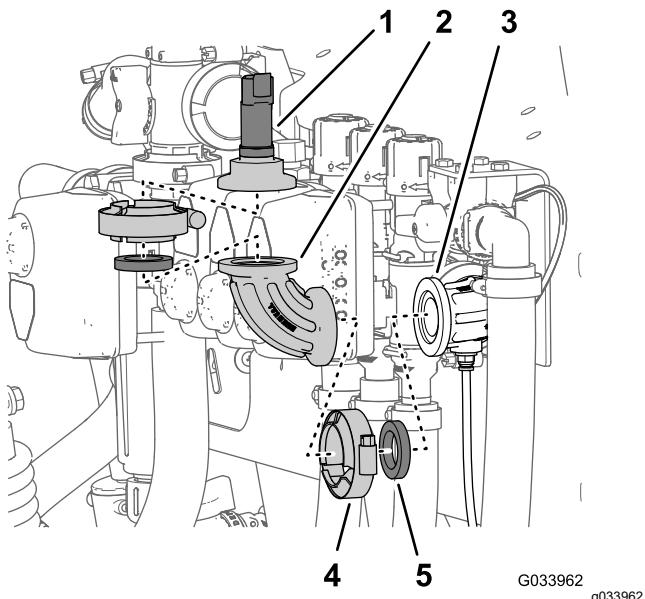

Figure 26
2. Retirez le collier à bride qui fixe le transducteur de pression au raccord à 90° et déposez le transducteur, le joint et le collier à bride (Figure 26).
- 3. Retirez le collier à bride qui fixe le raccord à 90° au raccord à 90° doté d'un connecteur pour le tube de détection, et déposez le raccord à 90°, le joint et le collier à bride (Figure 26).